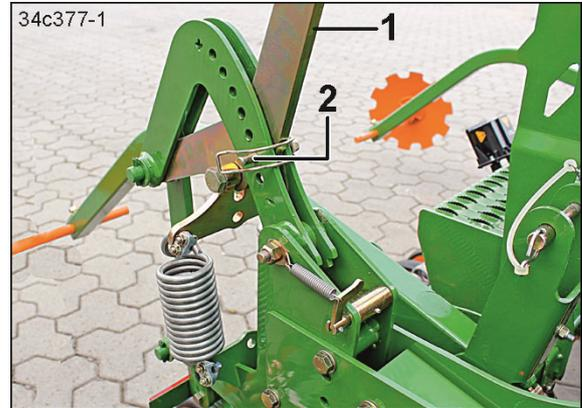

Fig. 145
2. Tirar brevemente de la palanca (Fig. 145/2) y retirar la grapa elástica para tubos (Fig. 145/2).